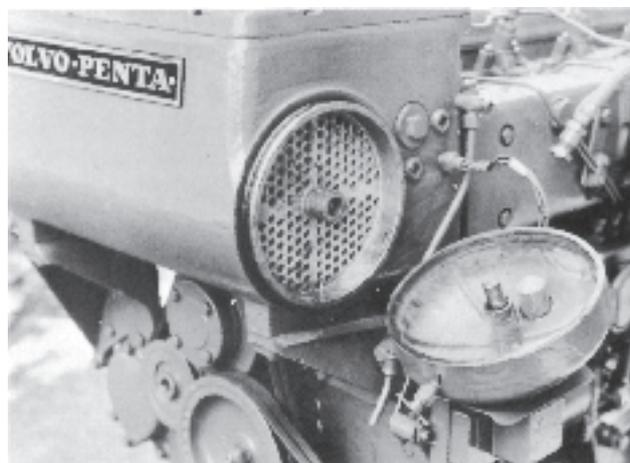

Fig. 151. Radiateur d'huile, moteur marin
1. Démontez les deux flasques et sortez la cartouche (voir figure 151).